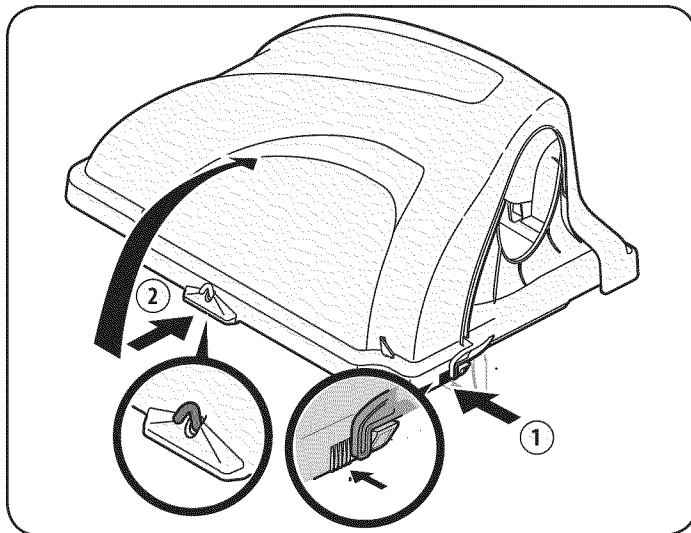

Figura 12
13. Abra el capó empujando hacia adentro la lengüeta posterior derecha con la mano derecha, como se ve en 1 de la Figura 12, y levantando la cubierta con la mano izquierda en el centro de la parte posterior de la cubierta de la embolsadora, 2.